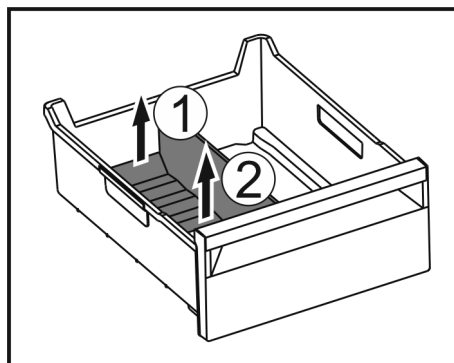

Fig. 99
- ▶ Ridicați partea posterioară a separatorului pentru compartimentul de gheață. Fig. 99 (1)
- ▶ Scoateți separatorul pentru compartimentul de gheață în sus. Fig. 99 (2)